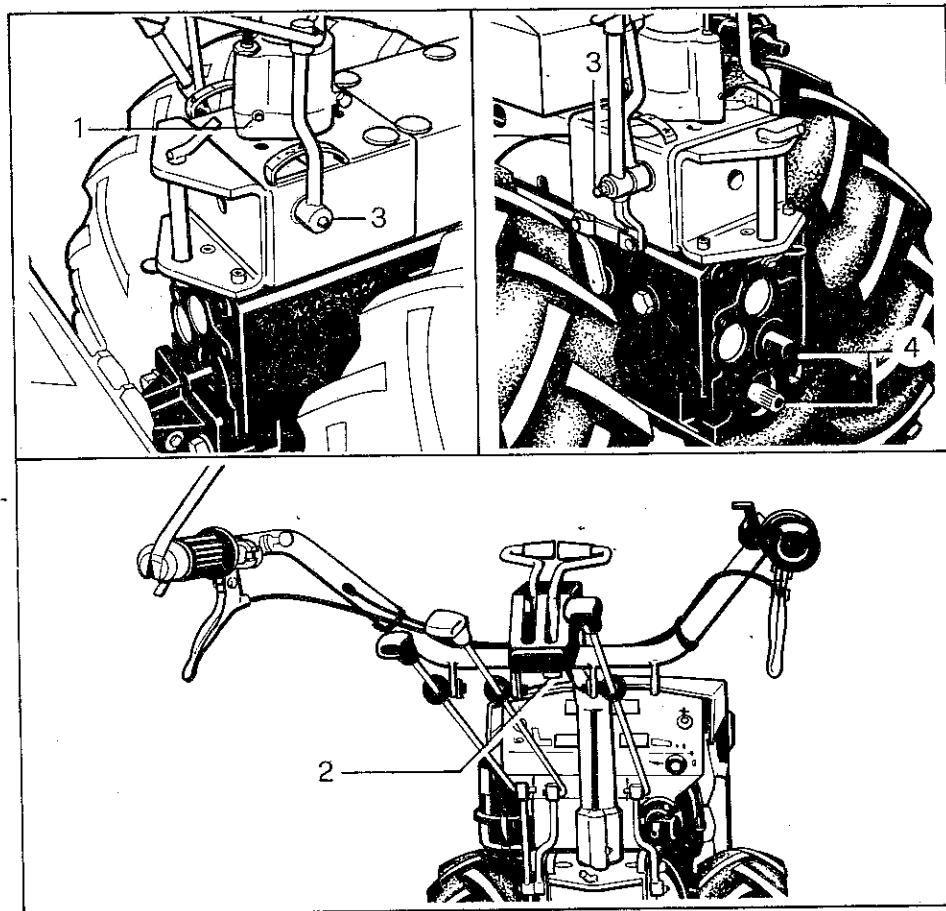

Fig. 14 - Bild 14
Ingrassare i seguenti punti impiegando grasso AGIP F1 GREASE 15 (vedere la fig. 14):
Grease the following points making use of AGIP F1 GREASE 15 (see fig. 14):
Graisser les points suivants, en utilisant de la graisse AGIP F1 GREASE 15 (voir fig. 14):
Filtre à air (voir fig. 14): laver la cartouche (1) au pétrole ou au solvant. En cas de colmatage ou d'usage des mailles, remplacer le filtre. Laver la cuvette (2) au pétrole et la remplir d'huile fraîche (même huile du moteur) jusqu'à l'encoche (3).
Folgende Schmierstellen unter Verwendung von FETT AGIP F1 GREASE 15 schmieren (siehe Bild 14):